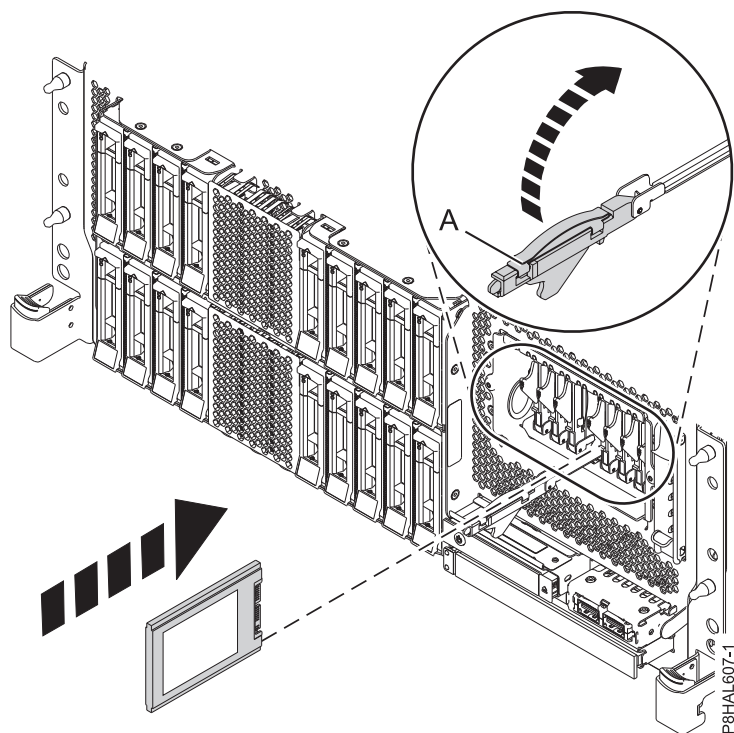
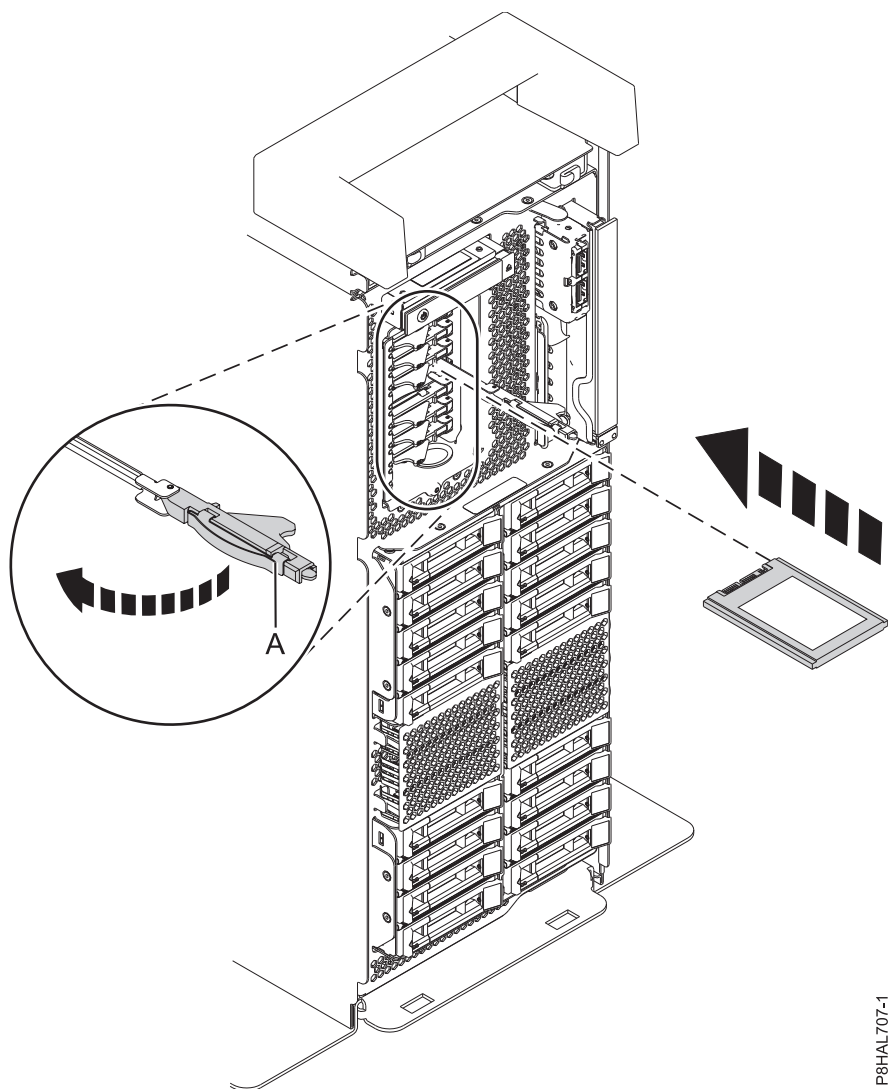

Figura 130. Substitució d'una SSD en un sistema de funció expandida muntat en bastidor
Figura 131. Substitució d'una SSD en un sistema de funció expandida autònom
14. Amb la nansa del compartiment d'unitats SSD (A) en posició desbloquejada, feu sortir la palanca per poder accedir a les guies de la ranura SSD. Agafeu la part inferior de l'SSD mentre l'alineeu amb les guies de la ranura SSD. Consulteu Figura 130 a la pàgina 141 i Figura 131 a la pàgina 142.
18. Bloquegeu la unitat fent girar la nansa del compartiment (A) en la direcció que es mostra a Figura 130 a la pàgina 141 i Figura 131 a la pàgina 142.